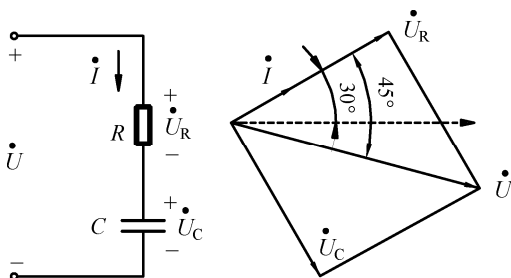

图 3-2
2. 如图 3-2 所示工频电路及相量图, 已知 $R=10\Omega$, $X_C=10\Omega$, $U_R=10V$, 试求: